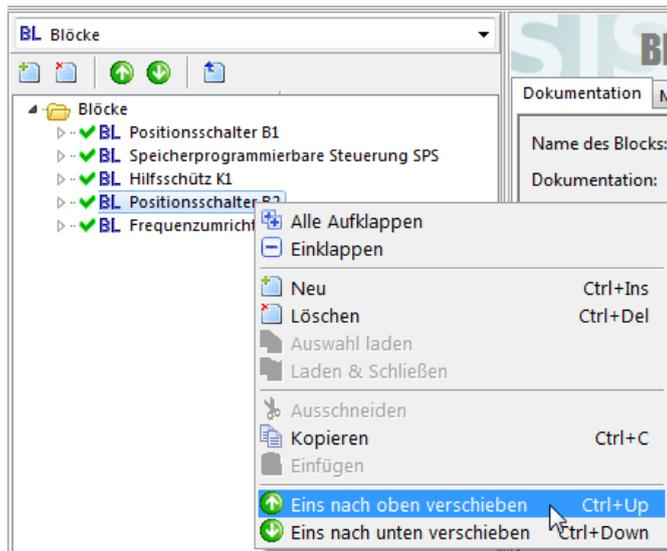

Abbildung 32: Objekt mit Befehlen des Kontextmenüs oder der Schaltflächen umsordieren
- Auswählen eines Objektes und Anwenden der Befehle „Eins nach oben/unten verschieben“ (Kontextmenü, Schaltfläche, Tastenkombination, siehe Abbildung 32).